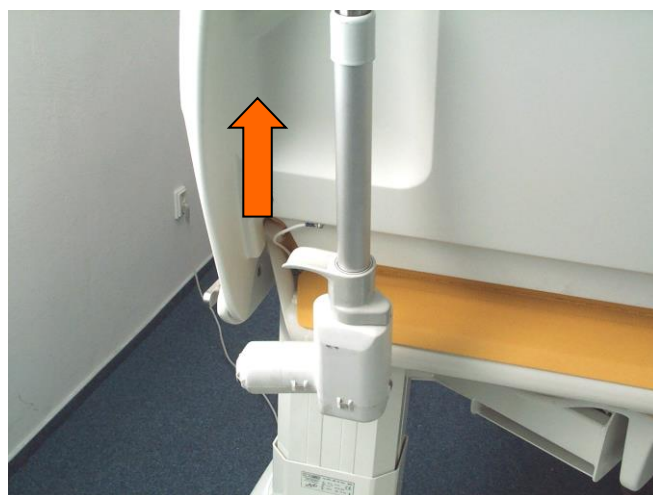

Fig. 5 – Mekanisk frikobling av ryggdelen
- Frikoble ryggdelmotoren ved å trekke hendelen merket “PULL IN EMERGENCY” oppover (se Fig. 5). Hendelen sitter på baksiden av ryggen på høyre side, sett fra forsiden av sengen.